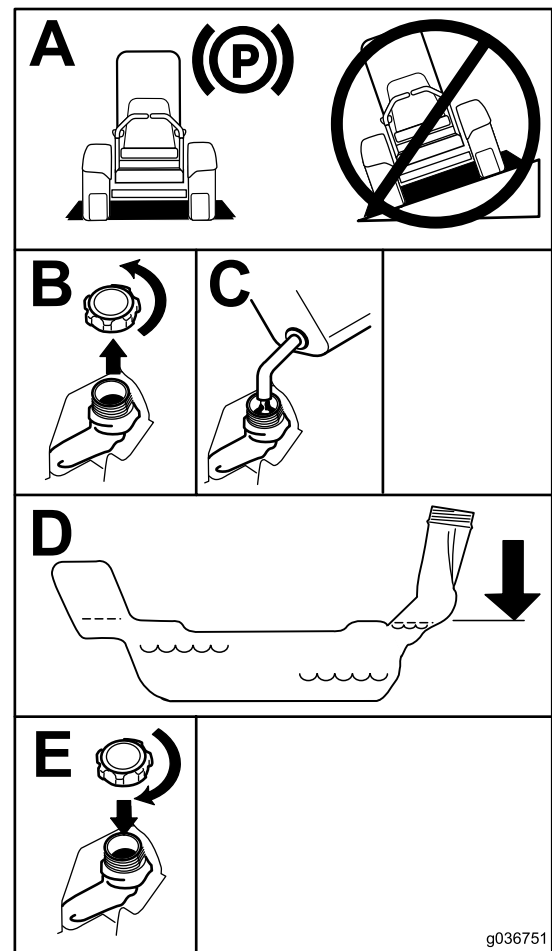

Figure 9
5. Remplissez le réservoir de carburant jusqu'à ce que la jauge indique qu'il est plein (Figure 9).